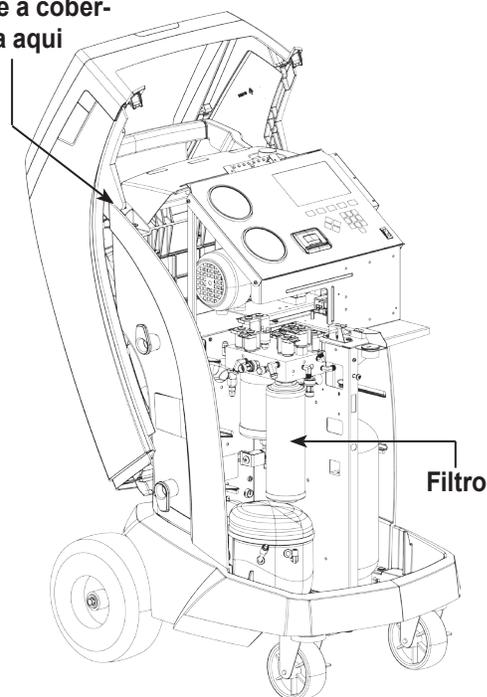

Figura 8
3. Pendure a cobertura na parte traseira da máquina como mostrado na Figura 8.
6. Instale o novo filtro rosqueando-o no sentido horário no lugar. Verifique se o filtro está posicionado corretamente, como mostrado na Figura 8. Aperte o filtro com 20 Nm.